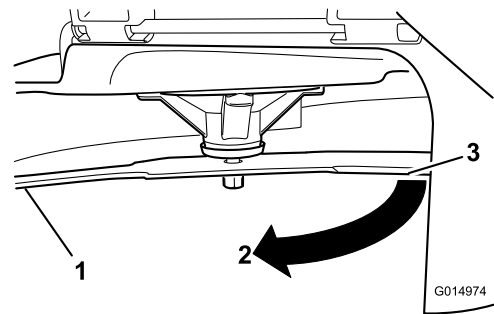

Figure 88
3. Mesurez la distance entre la lame et la surface (A)
4. Tournez la même lame de 180 degrés pour amener le tranchant opposé à la même position (Figure 88).